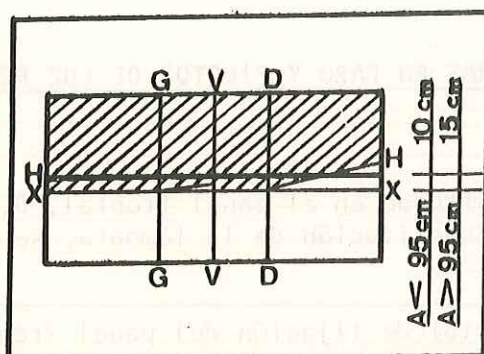
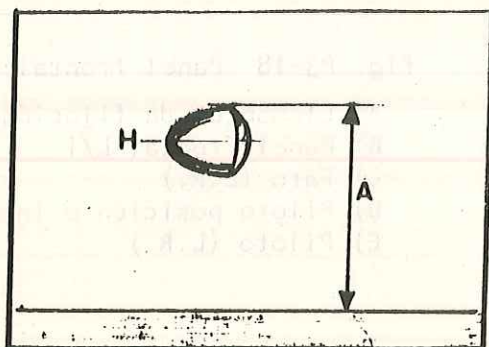

Fig. P3-15 Regulación de faros
Fig. P3-16 Alturas de faros
- 3.7. La cresta del corte del haz de cruce debe caer sobre las verticales G ó D. La parte horizontal del corte del haz de cruce debe quedar a 10 cm. por debajo de la horizontal, H (Fig. P3-15) para los faros cuyo punto más alto del cristal (Fig. P3-16) esté a menos de 95 cms. del suelo y a 15 cms. por debajo de la horizontal, H, para faros cuyo punto más alto de superficie alumbrante esté a más de 95 cms. del suelo.